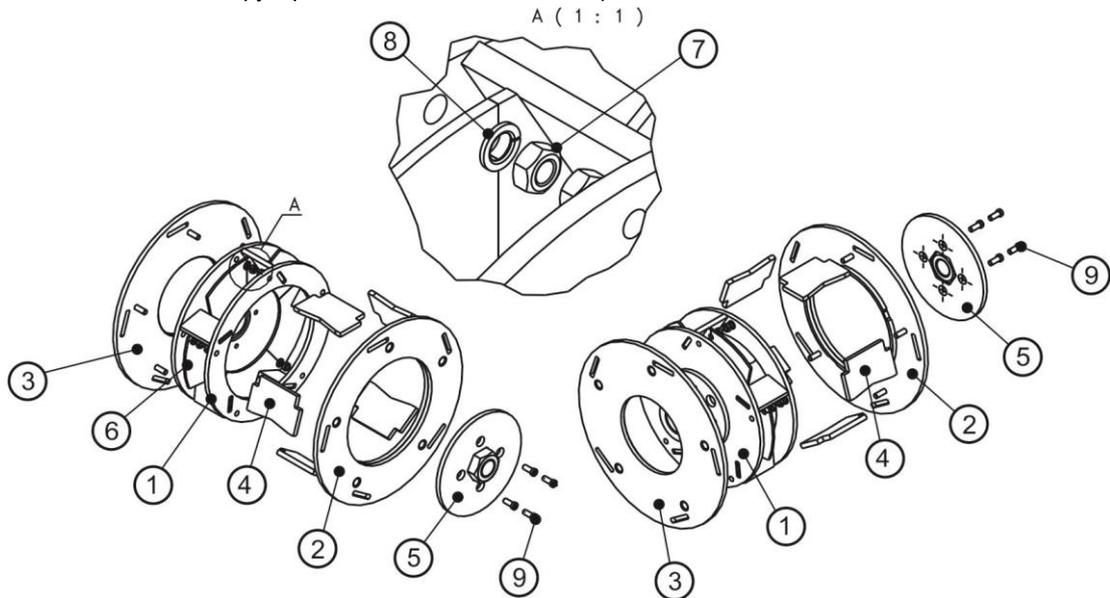

Рис. 3
Ротор-ускоритель (Рис. 3, Табл. 2) состоит из: корпуса ТКА2-02.100 (1) с приварной втулкой, кольца ротора ТКА2-02.200 (2), диска ротора ТКА2-02.300 (3), ускорителей (сменных пластин) ТКА2-02.002 (4), крышки ротора ТКА-12.000 (5), сегментов подкладных ТКА2-02.003 (6).